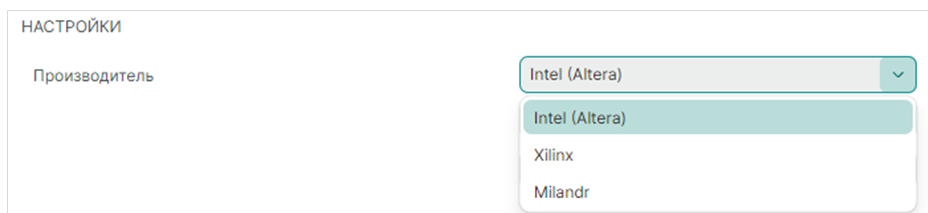

Рис. 134 Выбор производителя микросхемы ПЛИС
- «Производитель» – выбор производителя микросхемы ПЛИС, в которую будет записан проект, см. Рис. 134.